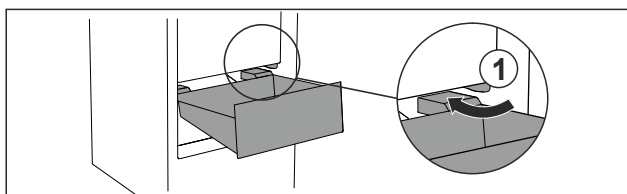

Fig. 76
- Guider le tiroir en biais en contournant les butées Fig. 76 (1).